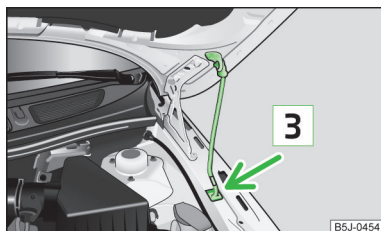

Fig. 124 Seguro del capó con la varilla de apoyo
- Retirar la varilla de apoyo desde la fijación y asegurar el capó abierto colocando el extremo de la varilla en el orificio **3** » fig. 124 previsto para ello.